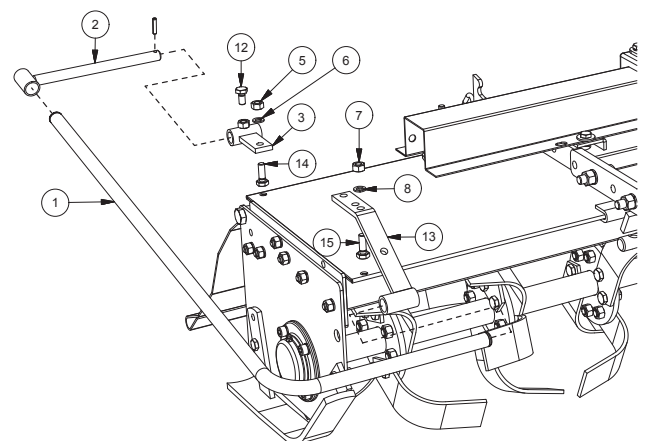

FIG. 9
1. Montare il supporto posteriore (3, Fig. 9) tramite viti (14), dadi (5) e rondella (6).
2. Inserire il supporto (2) bloccandolo in posizione con la vite (12).
3. Inserire il lato più lungo della protezione (1) nel supporto.